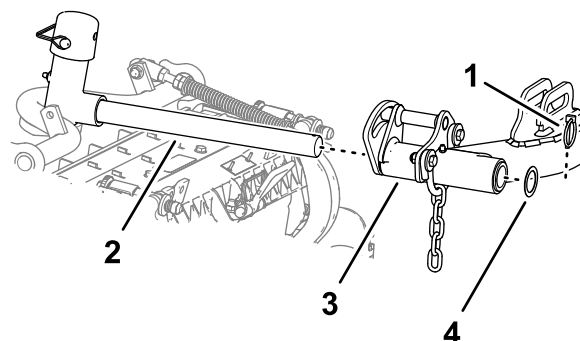

Рисунок 29
- Подведите режущий блок под подъемный рычаг (Рисунок 29).